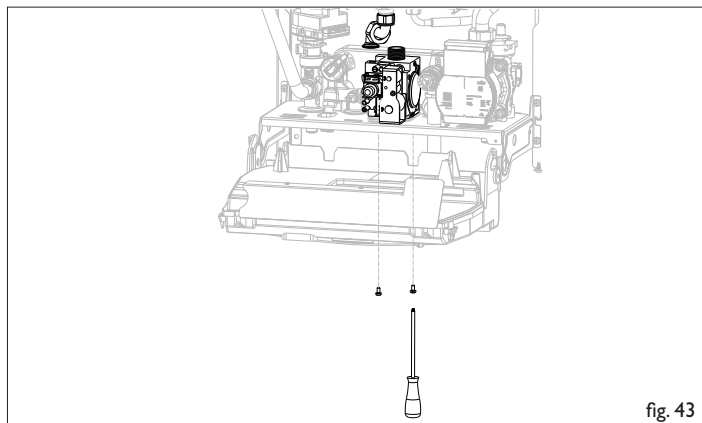

fig. 43
- Smontare la valvola gas rimuovendo le due viti di fissaggio (fig. 43)